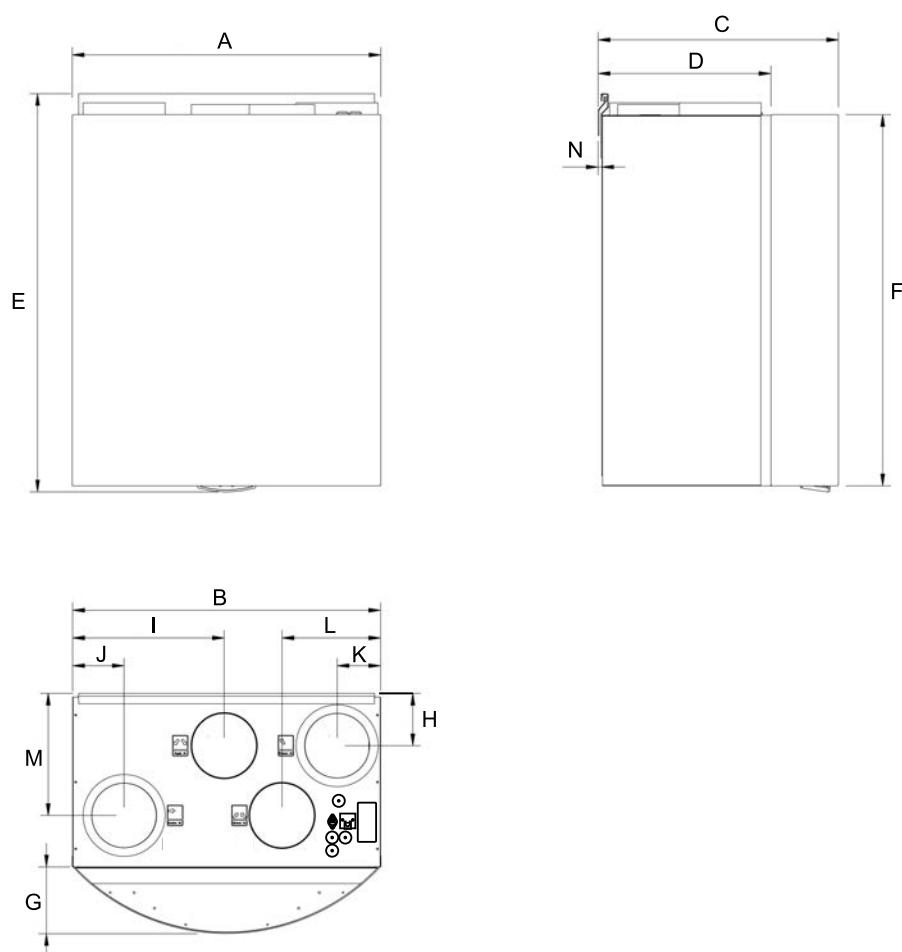

Рис. 1 Размеры и вес, левосторонняя модель
Существуют правосторонние (R) и левосторонние (L) модели (рисунок 1). Они отличаются местоположением места выпуска приточного воздуха, которое у левосторонних моделей (L) находится слева, а у правосторонних моделей (R) справа. Обе модели комплектуются встроенным воздухонагревателем мощностью 1000 или 500 Вт.